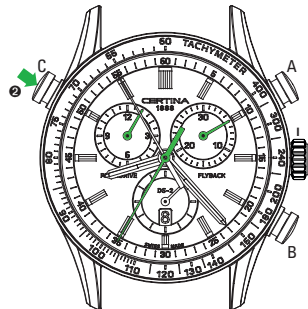

Abb. 12
**Ablesen der Zwischenzeit 1 (gemäß Abb. 12)**